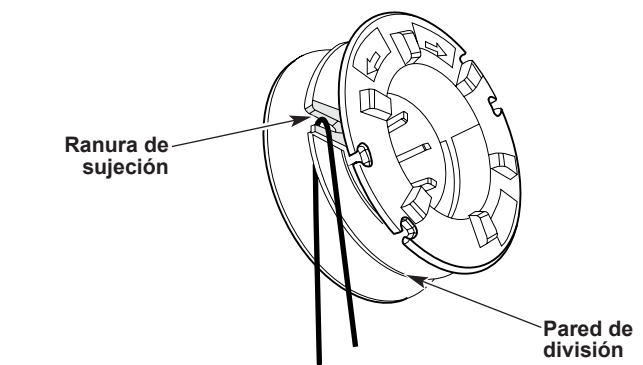

Fig. 15
4. Doble la línea a la mitad e inserte el doblé en la ranura de sujeción en la bobina (Fig. 15).